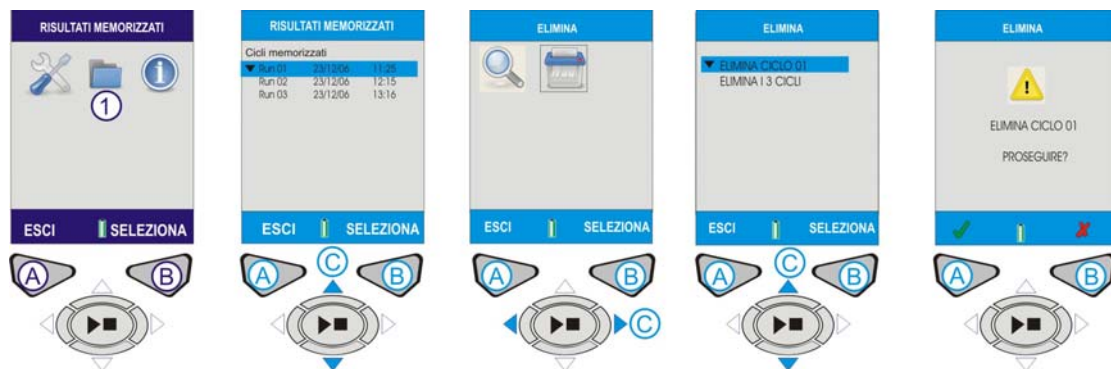

Figura 11 Eliminazione dei risultati memorizzati
I. ELIMINAZIONE DEI RISULTATI MEMORIZZATI (fare riferimento alla figura 11)